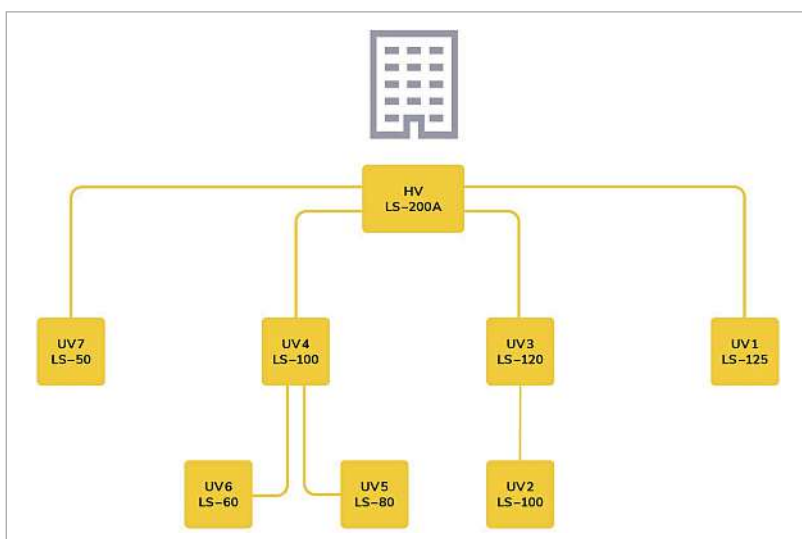

Bild 4: Beispielhafter Aufbau von Hauptverteiler und Unterverteilern bei einer wachsenden Ladeinfrastruktur.
Dem Energiemanagement liegt ein phasengenaues Lastmanagement zugrunde. Gebäude mit mehreren Ladepunkten haben meistens einen zentralen Hauptverteiler (HV), der mehrere Unterverteiler (UV) versorgt. An diesen Unterverteilungen können wiederum weitere UVs angeschlossen sein. Ein typisches Konzept für wachsende Ladeinfrastrukturen (Bild 4).